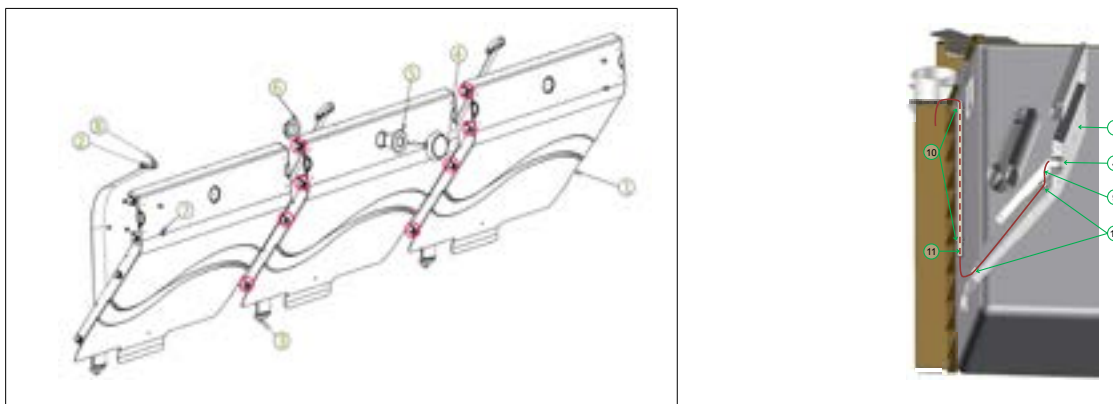

Figure 44 – Montage de la paroi de séparation et du projecteur
Depuis le 1er janvier 2004, la norme NF P 90-308 impose la présence d'une séparation entre la zone recevant la couverture et le reste de la piscine. La pose de ces parois de séparation est donc indispensable. Les étapes de montage de la paroi de séparation et du projecteur sont illustrées à la *Figure 44*. La visserie nécessaire à ce montage se trouve dans le sachet Y.
Assemblez les trois modules (1) de paroi de séparation à l'aide de 8 vis à tête hexagonale 8 × 20 en inox A4, et de 8 écrous de diamètre 8 mm, en intercalant une rondelle de diamètre 8 mm de chaque côté de la paroi, soit un total de 16 rondelles. Les emplacements de ces vis sur les parois sont signalés par huit cercles rouges à la *Figure 44*.